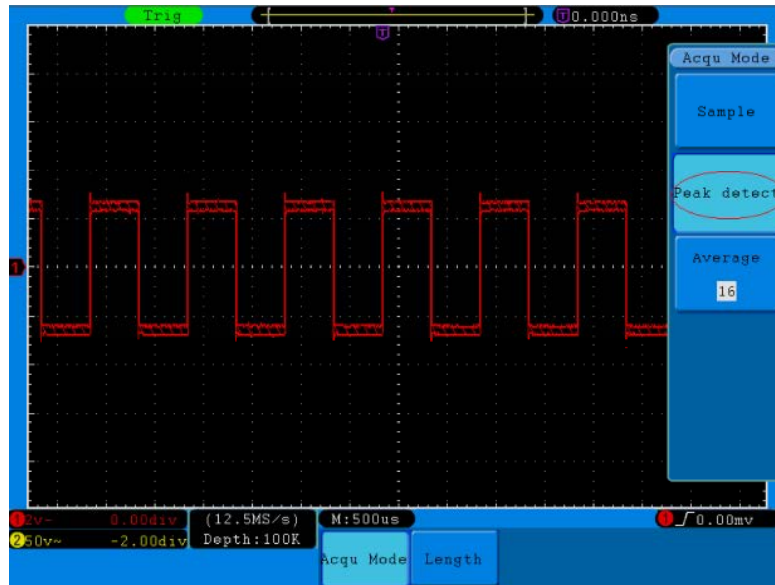

Abb. 82 Signal mit Rauschen
- Enthält das auf dem Bildschirm angezeigte Signal Rauschen können, Sie durch Einschalten der **Peak Detect**-Funktion und Ändern der Zeitbasis das eingehende Signal verlangsamen. Alle Spitzen oder Verzerrungen werden von dieser Funktion erfasst (siehe **Abb. 82**).